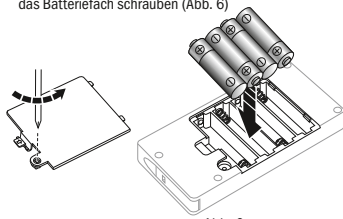

Abb. 6
6. Öffnen Sie das Batteriefach mit einem Kreuzschlitz-Schraubendreher und legen Sie 4 x AA Batterien in das Batteriefach ein. Anschließend den Deckel wieder auf das Batteriefach schrauben (Abb. 6)
6. Use a Phillips screwdriver to open the battery compartment cover. Insert 4 x AA batteries with the correct polarity and replace the battery compartment cover (fig. 6)